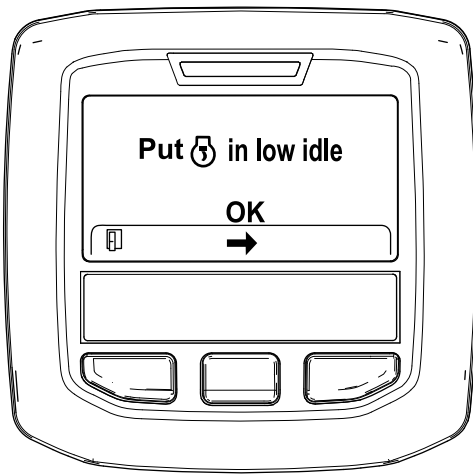

Figure 33
6. Placez la commande d'accélérateur en position de RALENTI et appuyez sur le bouton central (Figure 33).